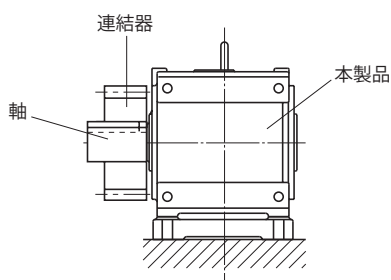
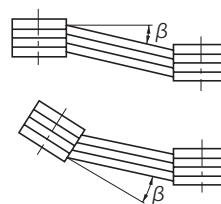

図 5-5
図 5-6
(2) チェーン・スプロケット、ギヤを使用する場合
- ・スプロケットやギヤの荷重作用点が、軸中央より本製品側へくるようにしてください。(図 5-5 参照)
(3) Vベルトを使用する場合
- ・両プーリ間の平行度、偏心度 β は 20° 以内としてください。(図 5-6 参照)